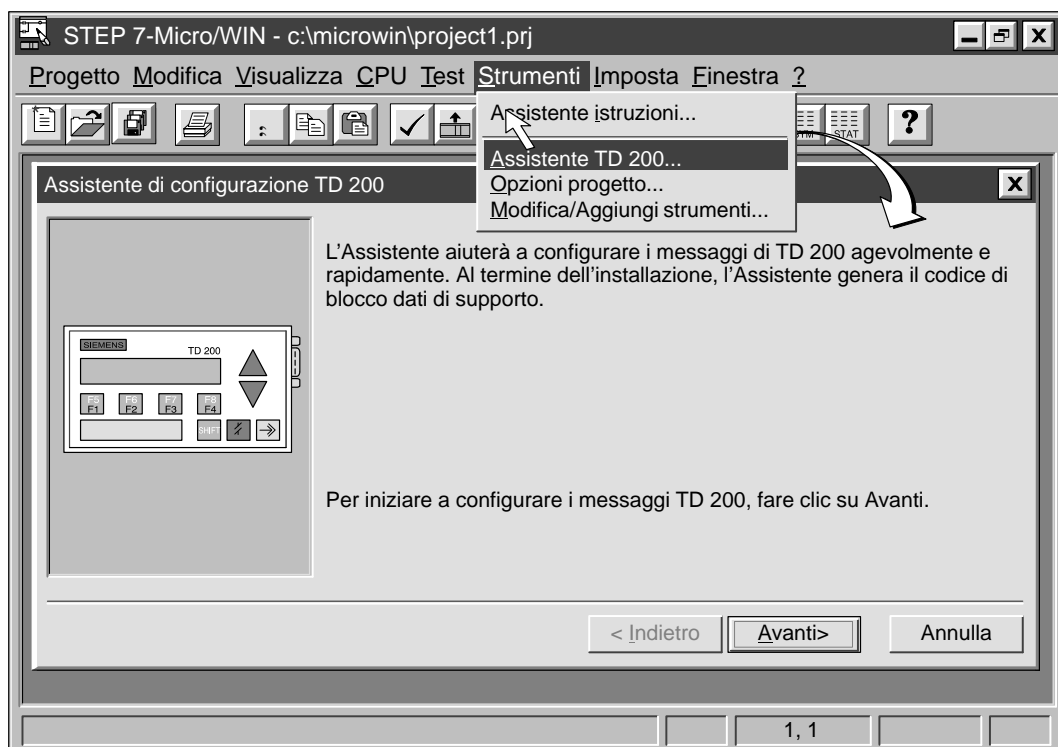

Figura 5-3 Accesso all'Assistente di configurazione TD 200
1. Selezionare il comando di menu **Strumenti ► Assistente TD 200...** come indicato nella figura 5-3.